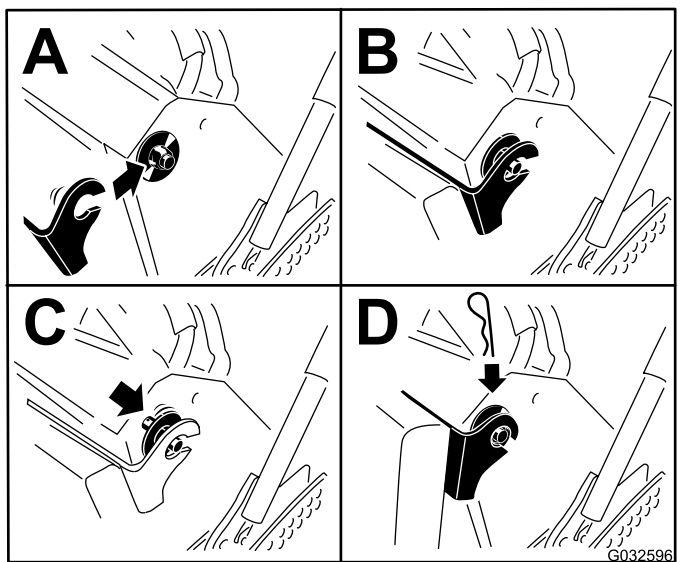

Figura 34
6. Levante el cojín y deslícelo sobre los pasadores en cada lado de la máquina (Figura 34).
7. Introduzca las arandelas grandes con casquillos de plástico en los soportes del cojín y sujételos con chavetas (Figura 34).